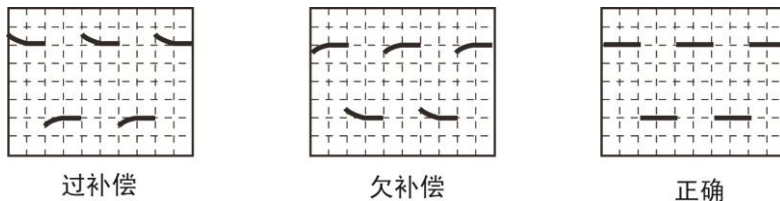

图 5.4 探头补偿信号
(3) 接入探头补偿端信号后, 点击【Auto Setup】一键捕获波形, 此时屏幕上可能会出现图 5.4 所示三种波形其中一种, 探头补偿端方波幅值约为 3.0V, 频率为 1KHz。
为何会出现如图 5.4 所示的过补偿和欠补偿现象。原因是没有对探头进行低频补偿调节，使用任一无源探头与示波器首次相连均须进行低频补偿，以便与示波器通道的输入特性匹配，否则可能导致显著的测量误差。以标配的 500M 无源探头 ZP1050 为例说明低频补偿步骤。
- (2) 波形在屏幕上显示 2~3 个信号周期且信号所占垂直刻度为 2 至 6 格。可以在示波器的屏幕上看到如图 5.4 所示三种波形其中的一种，若出现过补偿和欠补偿现象则需要进行探头的低频补偿调节。